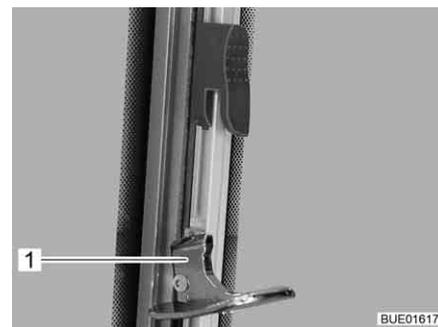

Bild 117 Schiebefenster mit Schwenkverriegelung (entriegelt)
- Verriegelung (Bild 117,1) nach innen schwenken.
- Verriegelung (Bild 117,1) nach außen schwenken.